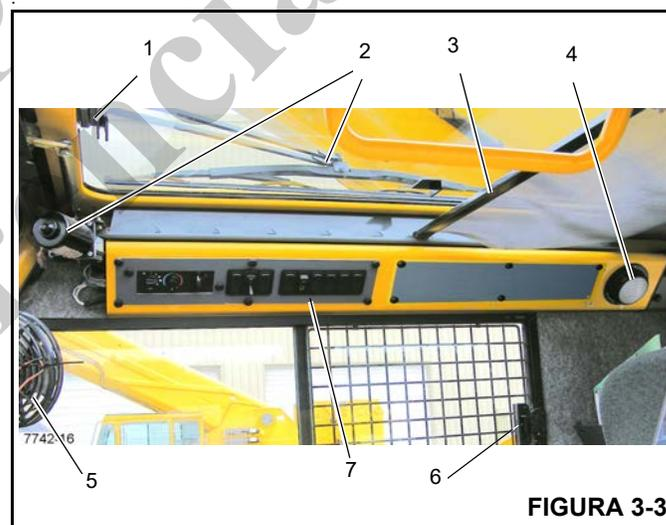
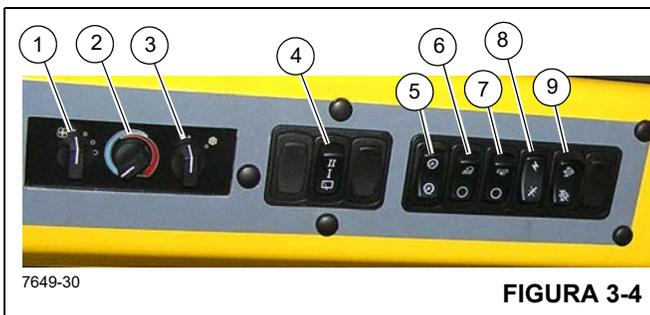

FIGURA 3-3
Figura 3-4 - Números de artículos
El pestillo de la ventana del techo (1, Figura 3-3) se encuentra en la parte delantera de la ventana. Apriete el pestillo y deslice la ventana hacia atrás para abrirla. Para cerrar, deslice la ventana hacia adelante hasta que el pestillo se trabe.
El limpiacristal de la ventana del techo (2, Figura 3-3) se controla por medio del interruptor del limpiacristal de la ventana del techo (4, Figura 3-4), y su funcionamiento es controlado por el motor del limpiacristal.
La visera de la ventana del techo (3, Figura 3-3) se utiliza para reducir la luz solar directa. La visera es autorretraíble y se puede utilizar para filtrar el ingreso de luz solar o se puede ajustar hacia atrás y trabarse en las muescas provistas.
La luz interior de techo (4, Figura 3-3) se encuentra en la esquina trasera derecha de la consola superior de la cabina y provee iluminación a la cabina. La luz de techo interior se controla por medio de un interruptor ubicado en la lámpara misma.
El ventilador de circulación de la cabina (5, Figura 3-3) se encuentra en el lado delantero izquierdo de la cabina, encima del marco de la ventana. Una unión giratoria permite girar el ventilador y en su base se encuentra el interruptor de control. El interruptor tiene las posiciones ALTA, BAJA y APAGADO.
La ventana del lado derecho de la cabina se puede abrir. Apriete el pestillo (6, Figura 3-3) para soltar la traba y deslice hacia adelante. Para cerrar, deslice la ventana hacia atrás hasta que el pestillo se trabe.
El interruptor del ventilador del calefactor/acondicionador de aire (1) (Figura 3-4) controla la velocidad del ventilador de la cabina. La velocidad del ventilador controla el volumen de salida de aire calentado (o la salida de aire enfriado) del ventilador. Los ajustes son APAGADO, VELOCIDAD BAJA, VELOCIDAD MEDIANA y VELOCIDAD ALTA.
El interruptor de control del calefactor (2) (Figura 3-4) controla la intensidad de la temperatura de calefacción. Gire el interruptor hacia la derecha (sentido horario) para abrir la válvula para la calefacción. (El calor proviene del fluido calentado que circula por el serpentín del calefactor.) Gire el interruptor hacia la izquierda (sentido contrahorario) para cerrar la válvula para detener la circulación del fluido y reducir el calor.
El interruptor del acondicionador de aire (3) (Figura 3-4) controla el funcionamiento del sistema de acondicionamiento de aire opcional. Los ajustes son APAGADO (O) y ENCENDIDO (I).
El limpiacristal eléctrico se usa para quitar la humedad de la ventana en el techo. El limpiacristal de la ventana del techo es controlado por el interruptor del limpiacristal (4) (Figura 3-4). Éste es un interruptor de 3 posiciones, APAGADO, velocidad BAJA y velocidad ALTA (OFF/LOW/HIGH).
El interruptor del atenuador de luces de tablero (5) (Figura 3-4) controla la iluminación de los controles del calefactor/acondicionador de aire que se encuentran en la parte superior y el medidor de temperatura de aceite de la transmisión (4) Figura 3-10; presione el interruptor para aumentar o reducir la iluminación del tablero.
El interruptor de luces de trabajo (6, Figura 3-4) controla las luces de trabajo de la grúa montadas en la parte delantera inferior de la cabina de la superestructura. Presione la parte superior del interruptor para encender las luces de trabajo. Presione la parte inferior del interruptor para apagar las luces de trabajo.
El interruptor de las luces de la pluma (7) (Figura 3-4) se encuentra en el tablero de la pantalla lateral. Este interruptor de dos posiciones (ON/OFF) controla el funcionamiento de los proyectores de la pluma. Presione la parte superior del interruptor para encender las luces de la pluma; presione la parte inferior del interruptor para apagar las luces de la pluma.
El interruptor de alimentación de funciones de grúa (8) (Figura 3-4) se encuentra en el tablero de la pantalla lateral. Este interruptor de dos posiciones (ON/OFF) permite al operador desconectar la energía eléctrica de las funciones de la grúa controladas por los controladores hidráulicos en los apoyabrazos. Al colocar el interruptor en la posición de APAGADO se impide el accionamiento inesperado de las funciones si se tocan los controladores durante el transporte u otra operación. Cuando el interruptor está en la posición de apagado (OFF), también se bloquea el funcionamiento del malacate de alta velocidad.
El interruptor de limpieza de sistema de escape (9) Figura 3-4 se encuentra en el lado derecho del tablero de control superior. Este interruptor es un interruptor de tres posiciones: inhibir limpieza, permitir limpieza e iniciar lim-